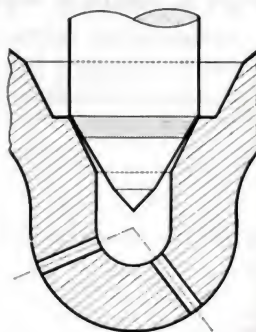

Fig. 32.
- 7° Un **aspect rainuré** de la portée peut être provoqué par le rodage de l'aiguille sur son siège (fig. 32).